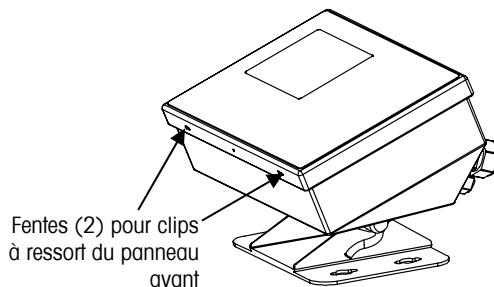

Figure 2-1 : Accès au terminal IND310drive
1. Introduisez l'extrémité d'un tournevis plat dans l'une des deux fentes situées en bas du panneau avant (voir la Figure 2-1) et poussez légèrement en direction de l'enceinte. Vous entendrez un déclic lorsque le couvercle est dégagé.